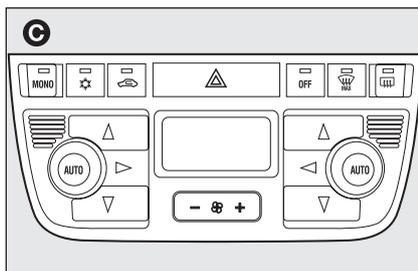

fig. 6
- con climatizzatore automatico bizona **C-fig. 6.**